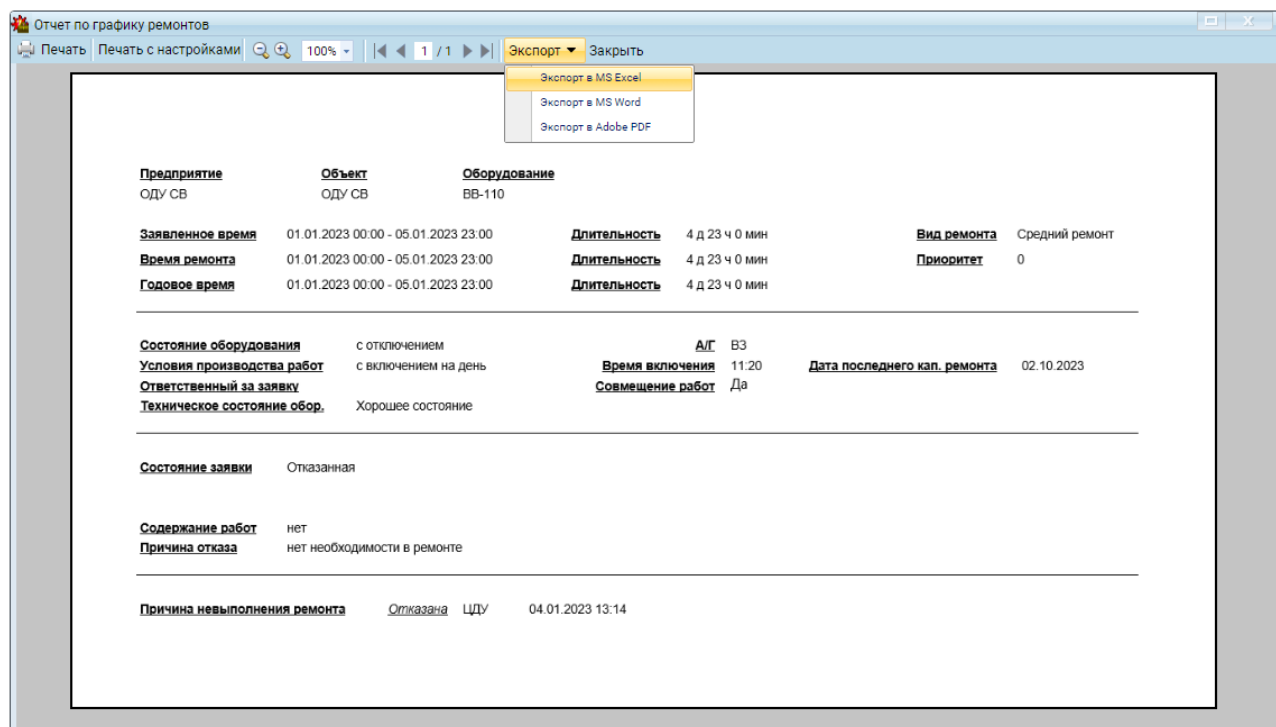

Рисунок 10.188 – Отчет «ФОР выбранной заявки»
– **Отчет «ФОР выбранной заявки»** (Рисунок 10.188). Формирование отчета осуществляется в двумя способами: